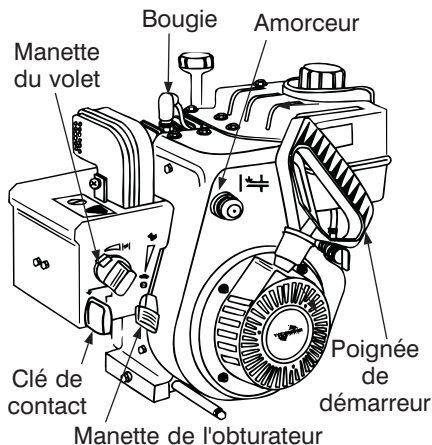

FIGURE 6
- Pressez **deux** ou **trois** fois sur le bouton d'amorçage. Si la souffleuse est équipée d'un **démarrateur électrique**, appuyez **une seule** fois sur le bouton d'amorçage. Voir la Figure 6. Si le moteur est chaud, **n'appuyez pas sur le bouton d'amorçage**.
- Placez la manette de l'obturateur à la position RAPIDE . Enfoncez la clé dans la fente. Voir la Figure 6. Assurez-vous qu'elle se met bien en position. Ne tournez pas la clé.
- Tirez lentement sur la poignée du démarrage (voir la Figure 6) jusqu'à ce que vous sentiez une légère résistance.